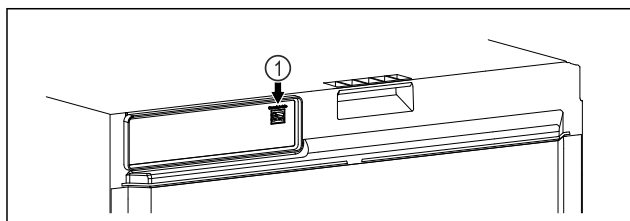

Fig. 141
- SmartModule Fig. 141 (1) se rabi.